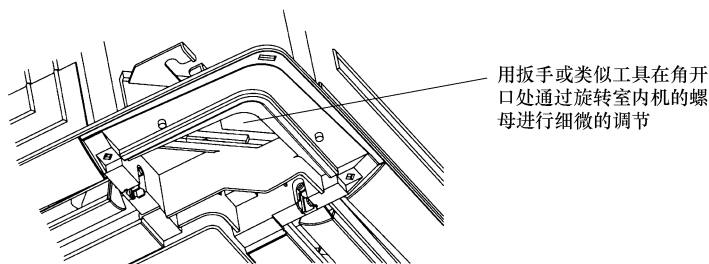

图 3-19 三菱四向嵌顶式室内机安装高度微调示意图
5) 只要室内机为水平且排水配管未受影响，可通过装饰面板对机器的安装高度进行细微的调整，如图 3-19 所示。